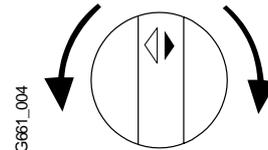

Fig. 9
3.2 Réglage de la température d'eau chaude (Fig.9)